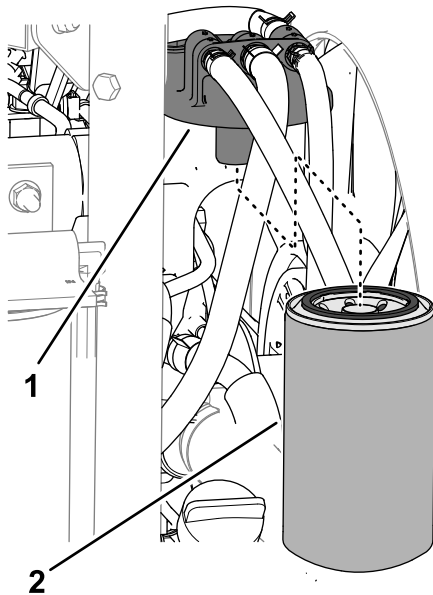

Bild 117
2. Reinigen Sie den Bereich um den Kraftstofffilterkopf (Bild 117).
3. Entfernen Sie den Filter und reinigen Sie die Befestigungsoberfläche des Filterkopfes (Bild 117).